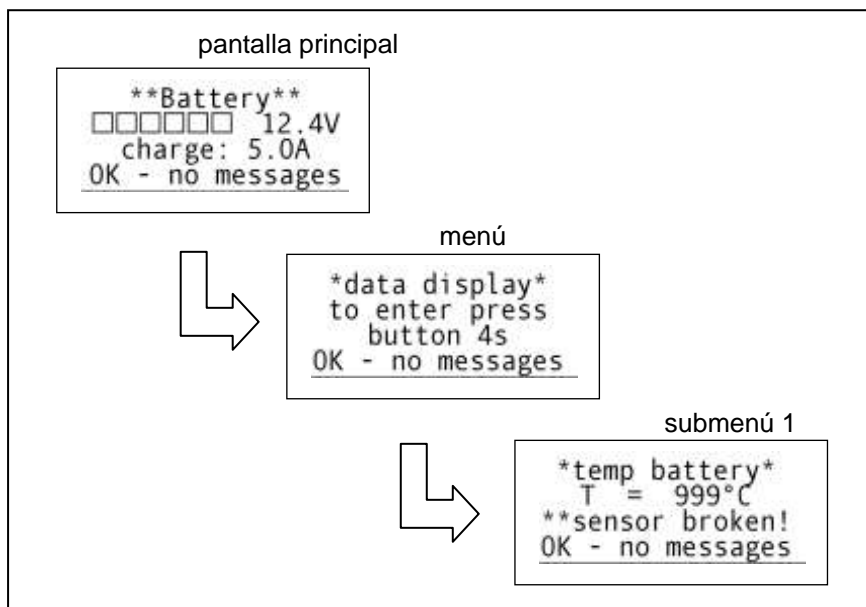

ilustración 17
6. Tensión del generador fotovoltaico (ilustración 17)